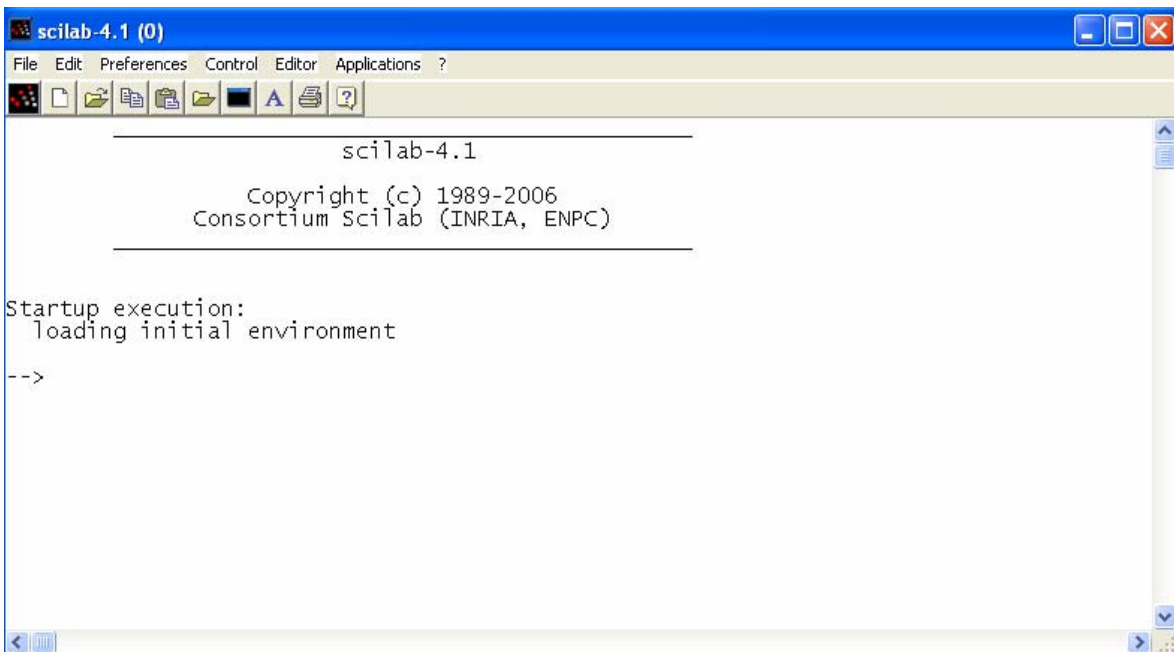

Figura 4: ventana de inicio de Scilab.
Paso 1: hace clic en **Inicio**, selecciona **Programas, scilab-4.1** y, después, hace clic en **scilab-4.1**. Este proceso abre una ventana como se muestra en la figura 4: